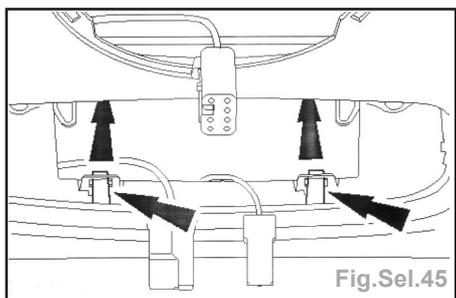

Fig.Sel.45
- Détacher les clips de fixation avant de la console de pavillon (Fig.Sel.45).